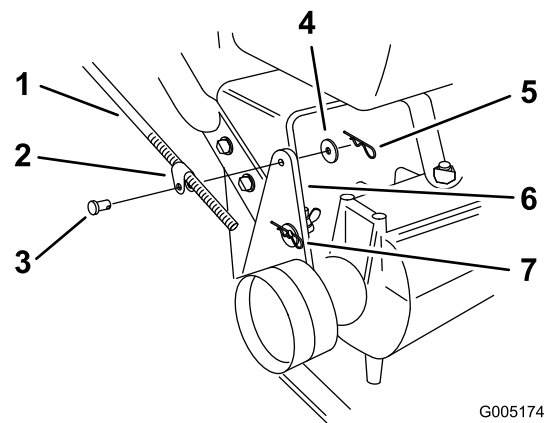

Figura 41
2. Compruebe su funcionamiento. Si es necesario ajustarla, retire la claveta, la arandela y el pasador que sujetan el acoplamiento de la varilla de control al soporte de la polea tensora (Figura 41).